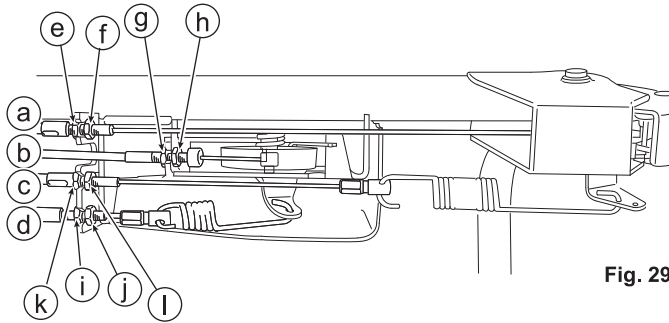

Fig. 29
8.6.1 Manette des gaz (Voir Figs. 29 et 30)
8.6.2 Levier d'embrayage de la lame (Voir Figs. 29 et 31)
3. Vérifiez que la lame s'arrête complètement lorsque vous relâchez le levier d'embrayage de la lame (C).
8.6.3 Levier d'embrayage de traction (Voir Figs. 29 and 32)
3. Vérifiez que la machine peut être tirée vers l'arrière lorsque le levier d'embrayage de traction (B) est relâché.
8.6.4 Levier de changement de vitesse (Voir Figs. 29 et 33)